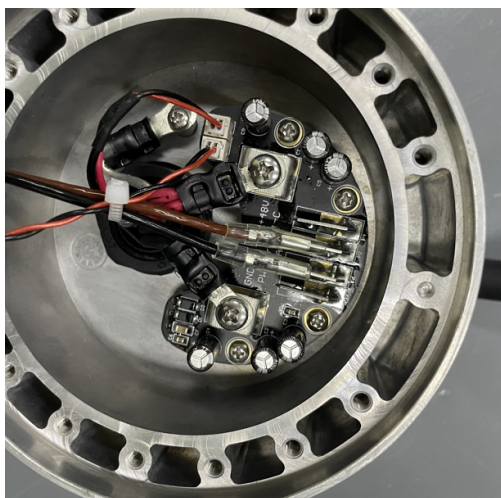

图 3-8: 连接基座关节线
1. 如图 3-8所示，将基座关节放回基座安装支架，并重新连接电线；